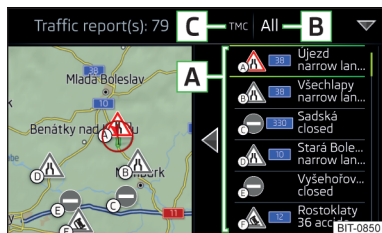

Fig. 252
En la lista de los boletines de tráfico, así como en el mapa se realiza la visualización de máximo 6 avisos, los cuales están previstos con una letra y el símbolo de una obstrucción del tráfico (p.ej. , ,) » fig. 252.
En la posición » fig. 252 pueden visualizarse los siguientes símbolos.
- **Si se realiza una guía al destino** - después de pulsar la superficie funcional » fig. 252 pueden seleccionarse **Todos** los boletines de tráfico, o pulsando la superficie funcional **Ruta**, sólo los boletines de tráfico que existen en la ruta, en el menú visualizado.